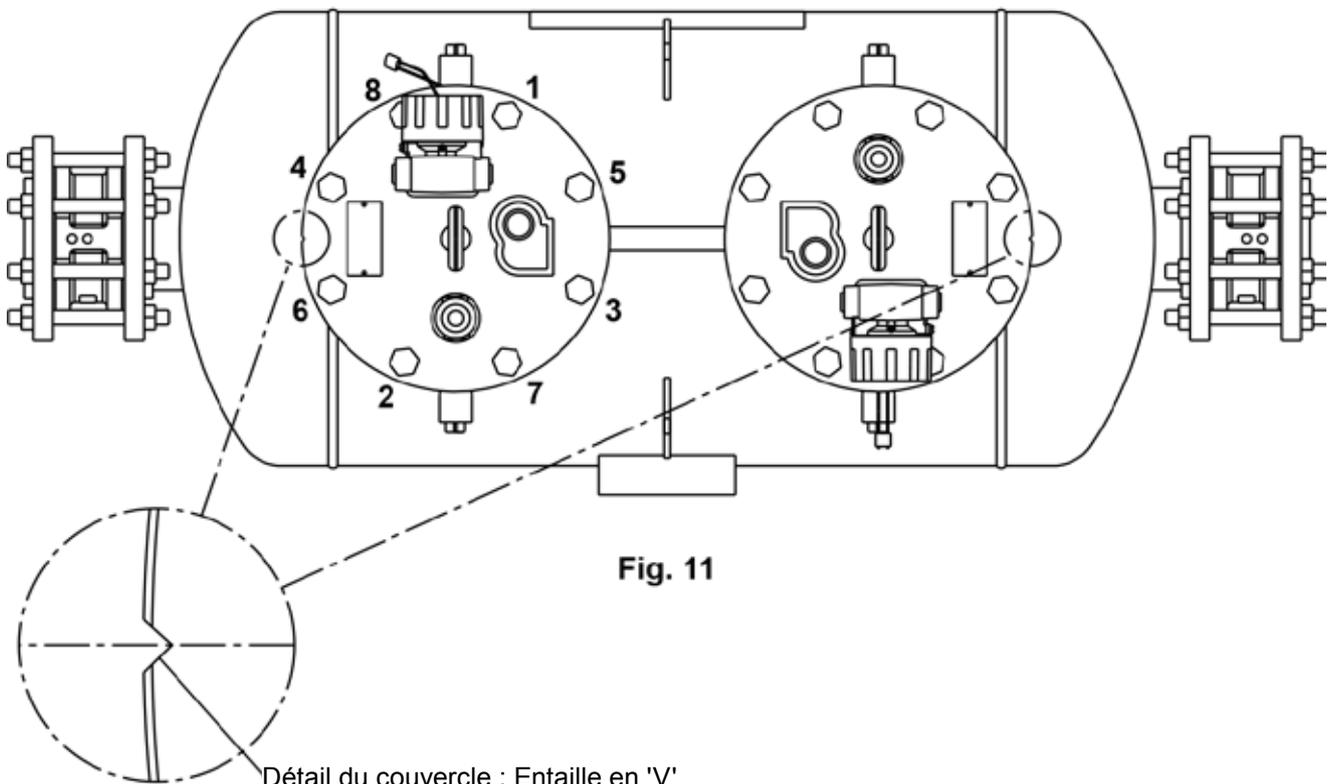

Fig. 12
- 6.1.1. Couper et déconnecter tous les raccordements du couvercle. Ôter les vis de couvercle et soulever l'ensemble couvercle et mécanisme du corps de la pompe, noter bien l'orientation du couvercle (entaille en 'V'). Les figures 12 - 14 montrent visuellement comment retirer le couvercle et le mécanisme.
- a. Lors de l'installation du couvercle et du mécanisme dans un endroit réduit, le mécanisme doit être maintenu horizontalement, comme indiqué Fig. 12.